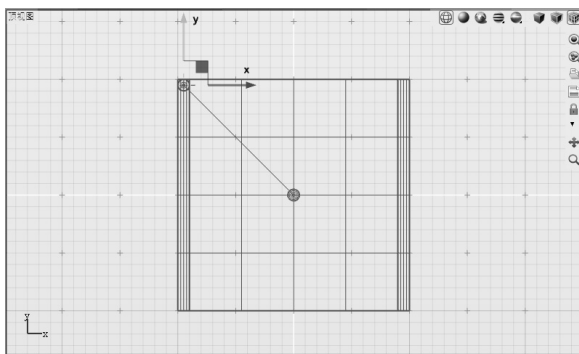

图 5-11 移动关联复制对象
6) 按照“平移”工具上的蓝色方块（即 x - y 平面）拖动关联复制柱体，移动至边桌左上角，如图 5-11 所示。当新的关联复制对象移走后，可见源对象呈现绿色（绿色在 Evolve 中代表源对象）。